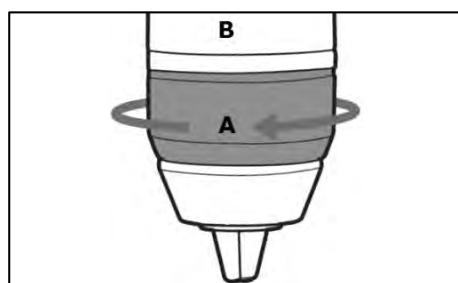

Рисунок 11.
Убедитесь, что сверло отцентрировано в зажимном патроне. Удерживая патрон за неподвижное основание (B) (рис. 11), вращайте зажимное кольцо патрона (A) по часовой стрелке – для фиксации сверла или против – для ослабления зажима.